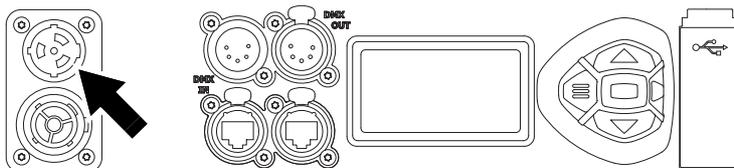

Figure 7 : Embase d'entrée d'alimentation
2. Voir la Figure 7. Alignez les détrompeurs du connecteur TRUE1 TOP du câble d'alimentation avec ceux de l'embase MAINS IN (voir ci-contre). Insérez le connecteur et tournez-le dans le sens des aiguilles d'une montre pour le verrouiller.